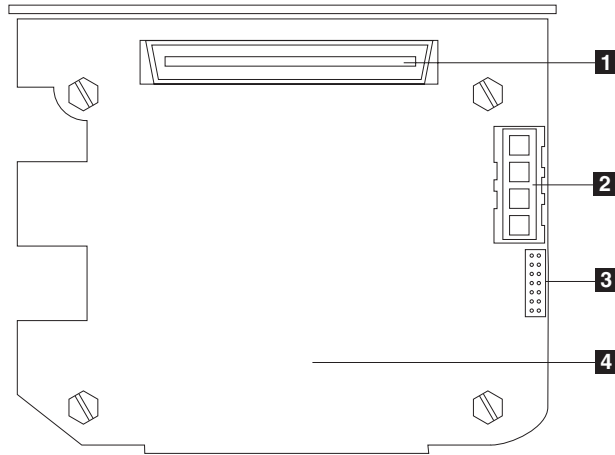

図 61. 3 パック拡張 SCSI バックプレーン
- 2) ケーブルの一方の端を、80 ページの図 61 に示される、新規の 3 パック拡張 SCSI バックプレーン上の SCSI ケーブル・コネクタに接続します。(これは、エンジンを後方から見たときの、3 パック拡張 SCSI バックプレーン上の後部コネクタを示しています。)
- 2) ケーブルの一方の端を、図 61 に示される、新規の 3 パック拡張 SCSI バックプレーン上の SCSI ケーブル・コネクタに接続します。(これは、エンジンを後方から見たときの、3 パック拡張 SCSI バックプレーン上の後部コネクタを示しています。)
- 2) このケーブルを、新規の 3 パック拡張バックプレーン上の SCSI 電源ケーブル・コネクタに接続します (コネクタの位置については、80 ページの図 61 を参照)。